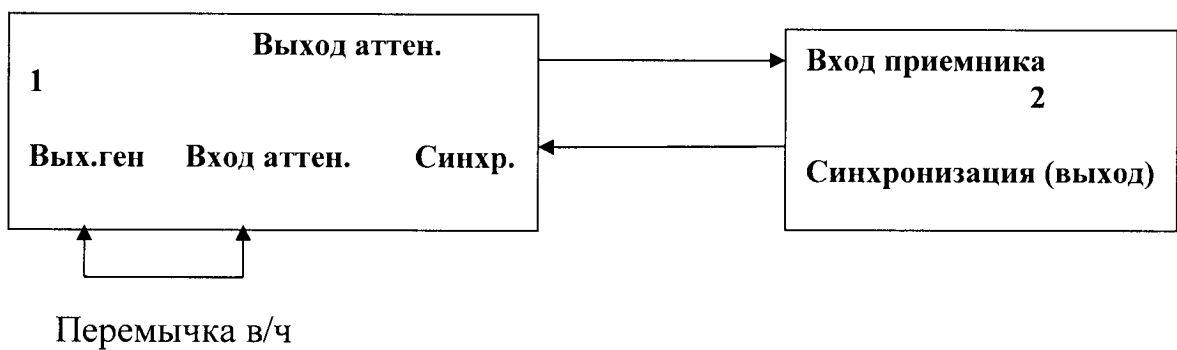

Рис.6.1.
6.4.2. Собрать схему согласно рис.6.1, соединив в/ч-перемычкой выход генератора тестера со входом аттенюатора.